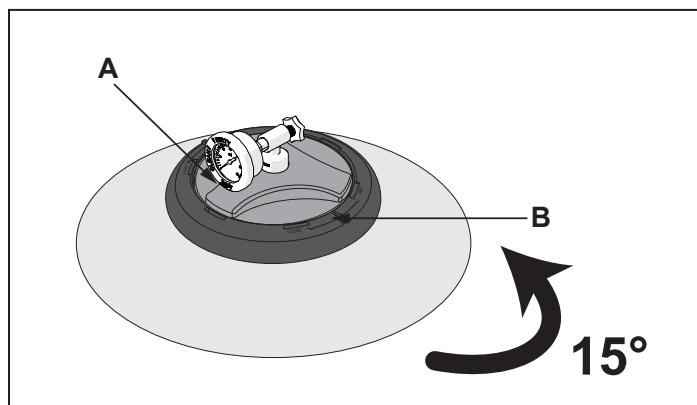

Figura 7. Afloje la rueda manual
- Tenga cuidado de no desenganchar la tubería de ventilación y la pantalla de ventilación. Consulte la Figura 7.
- Asegúrese de que la tubería de escape automático esté en su lugar (enroscada a través del difusor) y de que la pantalla de ventilación esté instalada en la parte superior de la tubería de ventilación. Consulte la Figura 7.
1. Gire la rueda manual (A) en sentido antihorario hasta que se afloje. Consulte la Figura 7.
3. Antes de extraer la tapa, gírela 15° en sentido antihorario (B), consulte la Figura 7. Eleve toda la tapa por la rueda manual.